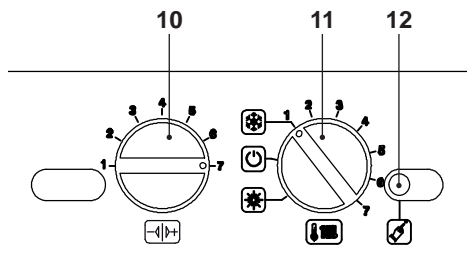
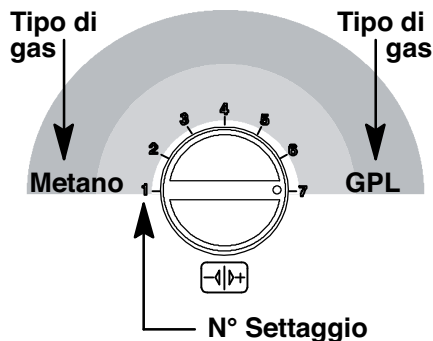

Figura 8.4
Figura 8.9
- Posizionare le manopole 10 e 11 come in Figura 8.4.
- Premere il pulsante di ripristino 12 in Figura 8.4 per lo scorrimento dei vari parametri sino al raggiungimento del parametro **P05** valido per il settaggio del Tipo di gas; sul display LCD compare la seguente visualizzazione (la sequenza **P05** si alterna a 01).
Esempio: Se il tipo di gas di alimentazione è il GPL (G30-G31) e la caldaia è predisposta per il funzionamento con il gas Metano (G20) ruotare la manopola 10 in Figura 8.4 come in Figura 8.9.
- Premere il pulsante di ripristino 12 in Figura 8.4 per il raggiungimento del parametro **P06** valido per il settaggio del Tipo di gas (secondo livello); sul display LCD compare la seguente visualizzazione (la sequenza **P06** si alterna a **01**).
- Per cambiare il settaggio ruotare la manopola regolazione temperatura sanitaria 10 in Figura 8.4 e posizionarla sulla posizione
prescelta vedi anche Figura 8.9.